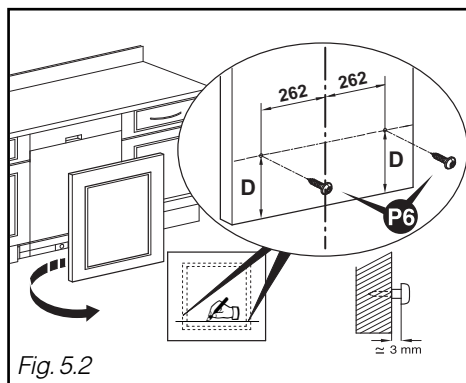

Fig. 5.2
- Bereken nu het maatcijfer $D = A - B$, trek een lijn op maatcijfer **D** aan de achterzijde van het paneel, op het onderste gedeelte (Fig. 5.2)
- Zet de plaatsen waar de twee schroeven moeten komen op 262 mm van de as van het houten paneel. De 2 schroeven **P6** op hun plaats brengen (Fig. 5.2)